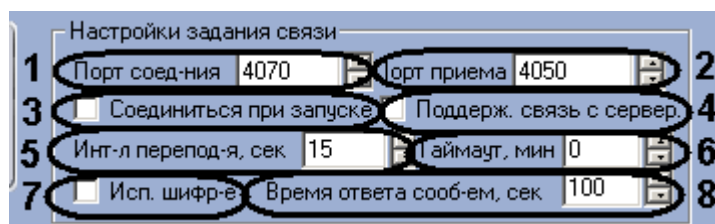

Рис. 3.6—1 Группа параметров **Настройки задания связи**
Настройка связи контроллера осуществляется на панели настроек соответствующего объекта в группе параметров **Настройки задания связи** (Рис. 3.6—1).
1. В поле **Порт соедин-ния** необходимо указать номер порта, который указан в поле **Порт приема** на панели настроек объекта **СКД VertX / Edge** (см. Рис. 3.6—1, **1**).
2. В поле **Порт приема** необходимо ввести номер порта для приема сообщений с Сервера HID (см. Рис. 3.6—1, **2**).
3. Установить флажок **Соединиться при запуске**, если требуется чтобы связь с контроллером устанавливалась сразу после его включения (см. Рис. 3.6—1, **3**).